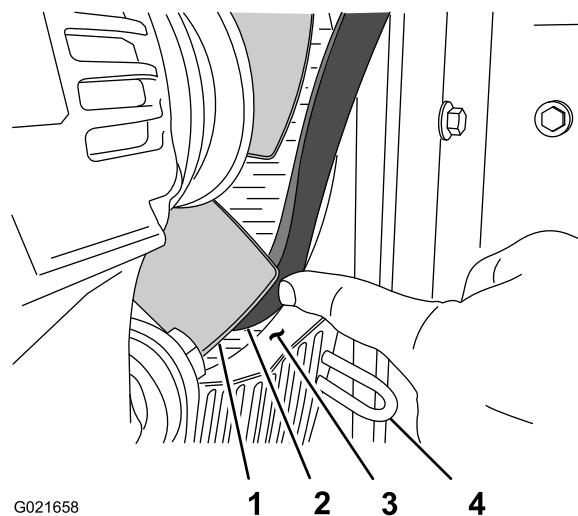

Figura 87
3. Linguetta di montaggio della protezione della ventola (4)
9. Nella posizione delle ore 4 della copertura della ventola, allineate la cinghia tra la punta della lama della ventola e l'apertura della copertura (Figura 87).
3. Allineate la cinghia tra la punta della lama della ventola e l'apertura della copertura (Figura 87).